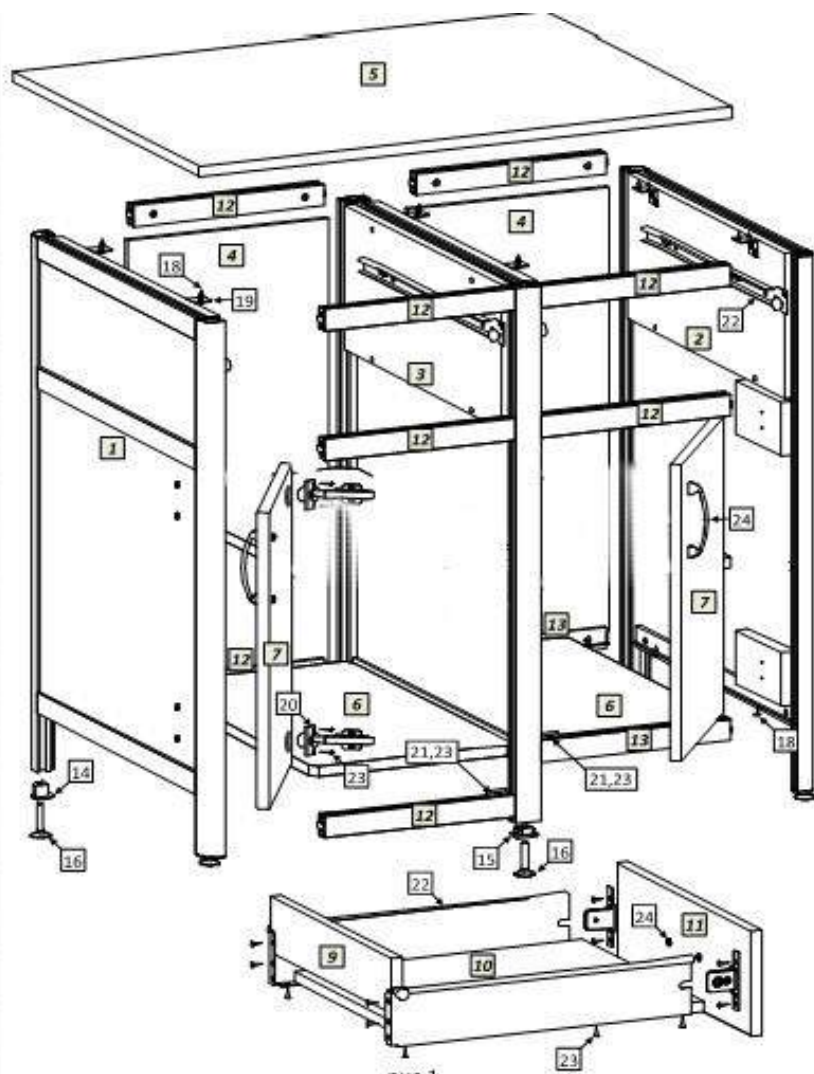

рис.1
- 5.1 Распаковав стол, внимательно ознакомьтесь со схемой сборки, изображённой на рис.1. Согласно позициям на схеме и комплектовочной ведомости определите расположение деталей в изделии и порядок их сборки. Сборка производится на ровном полу, укрытом материалом, предотвращающим повреждение покрытия пола и деталей мебели. Подготовьте необходимые для сборки инструменты – отвёртки, молоток, рулетку или линейку, гаечный ключ 12мм для регулировки опор, шуруповёрт.
- 5.6 Сборка выдвижных ящиков. Схема сборки ящиков показана на рис.1. Шурупами 4x16 соедините заднюю стенку, днище ящика и его фасад с металлическими боковинами направляющего механизма. На фасад ящика установите ручку. Установите в стол-тумбу собранные ящики. При необходимости отрегулируйте зазоры винтами крепёжного фасадного элемента metaboxов.